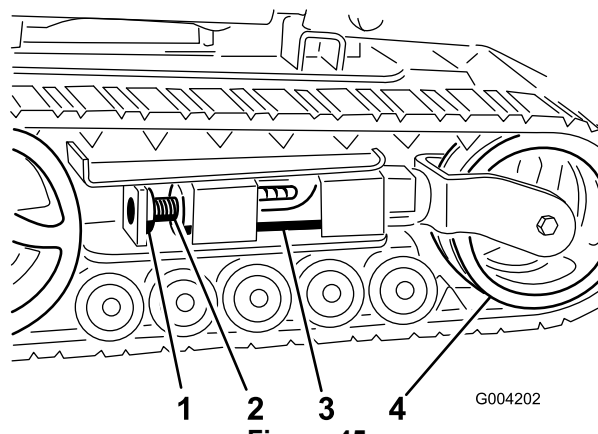
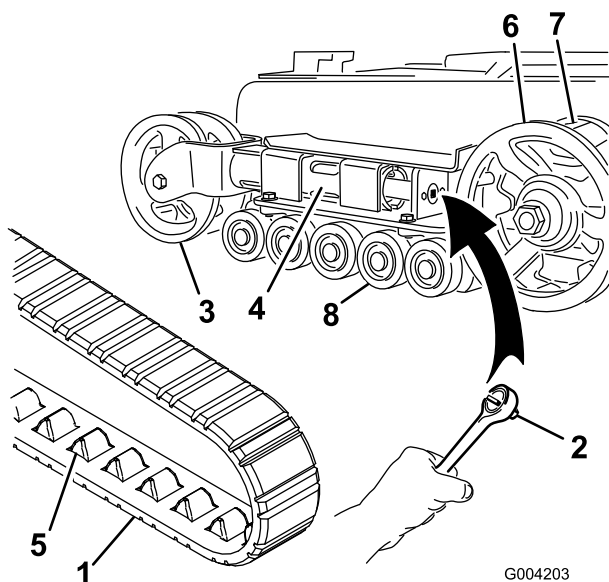
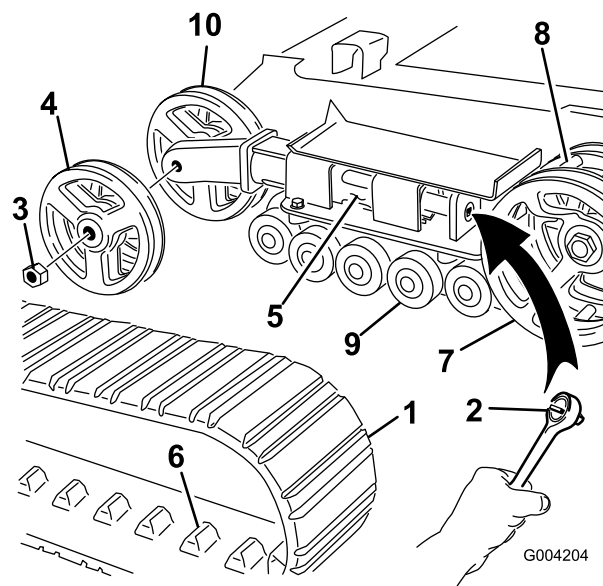

Figure 45
Figure 46
Figure 47
3. Enlevez le boulon et l'écrou de blocage (Figure 45).
5. Alignez l'encoche la plus proche dans la vis de tension avec le trou du boulon de blocage, et fixez la vis avec le boulon et l'écrou de blocage (Figure 45).
4. À l'aide d'une clé à douille de 13 mm, tournez la vis de tension dans le sens horaire pour détendre la transmission (Figure 45 et Figure 46).
5. Poussez la roue de tension vers l'arrière de la machine pour appuyer le tube de tension contre le cadre (Figure 46). (S'il ne touche pas le cadre, continuez de tourner la vis de tension jusqu'à ce qu'il le touche).
7. Lorsque la chenille est déchaussée, retirez-la du pignon d'entraînement et des galets de roulement (Figure 46).
8. Pour installer la chenille neuve, commencez par l'enrouler autour du pignon, en veillant à ce que les crampons s'engagent correctement entre les dents du pignon (Figure 46).
9. Poussez la chenille sous et entre les galets de roulement (Figure 46).
4. À l'aide d'une clé à douille de 13 mm, tournez la vis de tension dans le sens horaire pour détendre la transmission (Figure 45 et Figure 47).
5. Poussez la roue de tension vers l'arrière de la machine pour appuyer le tube de tension contre le cadre (Figure 47). (S'il ne touche pas le cadre, continuez de tourner la vis de tension jusqu'à ce qu'il le touche).
6. Retirez l'écrou de fixation de la roue de tension extérieure et déposez la roue (Figure 47).
7. Déposez la chenille (Figure 47).
8. Retirez l'écrou de fixation de la roue de tension intérieure et déposez la roue (Figure 47).
12. Posez la roue de tension intérieure et fixez-la avec l'écrou retiré précédemment (Figure 47).
14. Posez la chenille neuve en prenant soin que les crampons s'engagent entre les dents au centre du pignon (Figure 47).
15. Posez la roue de tension extérieure et fixez-la avec l'écrou retiré précédemment (Figure 47).
6. Placez le chapeau de galet de roulement sur la tête du boulon (Figure 46).
7. Fixez le chapeau avec le circlip (Figure 46).